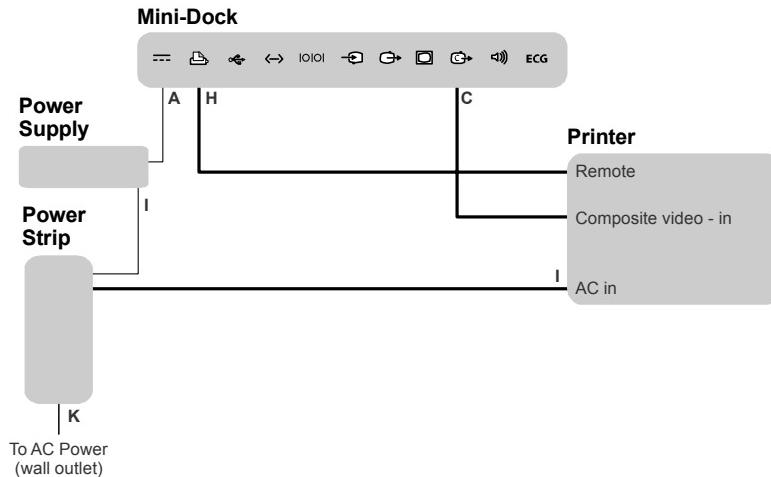

Figura 3 Conexões do sistema e uma e impressora no MDSm
Cone ctar os cabos	<ol style="list-style-type: none"><li>1 Trave as rodas e retire o painel posterior. Se estiver instalando uma impressora preto-e-branco ou colorida antiga, poderá ser necessário mover os parafusos revestidos para os furos da parte posterior.</li><li>2 Assegure-se de que o cabo de alimentação CC pré-direcionado (A) esteja conectado ao minipedestal e que o cabo de alimentação CA pré-instalado (I) esteja conectado ao filtro de linha.</li><li>3 Conecte os cabos. Consulte <a href="#">Figura 3</a> na página 9 e “<a href="#">Símbolos de cabos, conectores e minipedestal</a>” na página 14.<ul style="list-style-type: none"><li>• Cabo pré-direcionado de controle de impressão (H)</li><li>• Cabo de alimentação CA da impressora (I)</li><li>• Cabo de vídeo composto pré-direcionado (C)</li></ul></li><li>4 Conecte o cabo de alimentação do sistema (K) em uma tomada elétrica de padrão hospitalar.</li><li>5 Encaixe o painel posterior no local (saídas de ar na parte de cima).</li></ol>